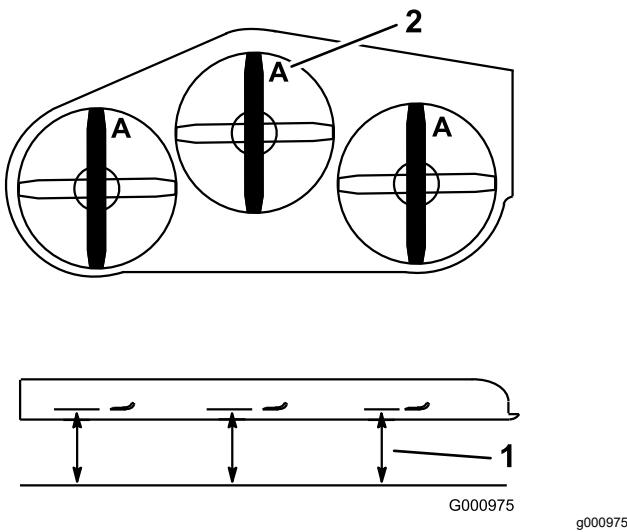

Bild 91
4. Messen Sie an den Stellen **A** und **B** von einer ebenen Oberfläche bis zur Schnittkante der Messerspitzen (Bild 91).